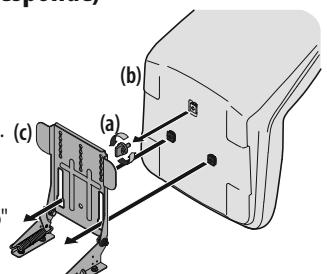

Figura 3
- Quite la perilla de ajuste del asiento o perno de 9/16" (a) de la base del asiento (b). Consulte la Figura 3.
- Alinee el asiento (b) sobre el soporte de pivote del asiento (c) como se muestra en la Figura 3 y coloque el asiento (b) sobre el soporte de pivote del asiento (c) insertando las dos lengüetas de la base del asiento (b) en el orificio ancho de las ranuras del soporte de pivote del asiento (c).